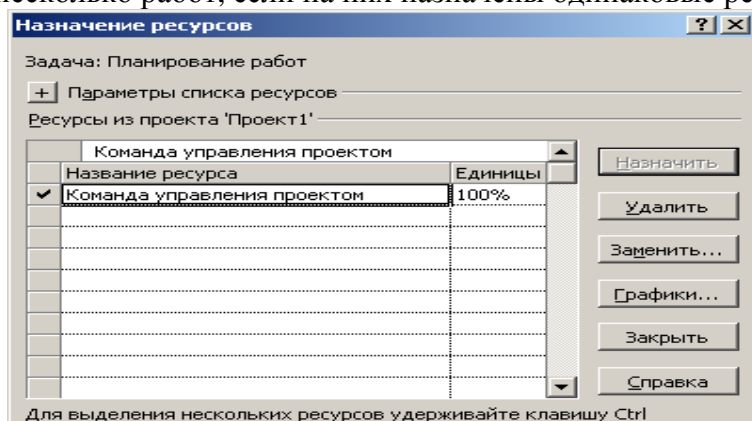

Рис. 4.21 – Назначение ресурсов в Project 2007
2. В Ms Project 2007 простой способ – выбрать в меню *Сервис* опцию *Назначить ресурсы*. Выделить работу, на которую назначаются ресурсы, и манипулировать назначениями, используя кнопки *Назначить*, *Удалить*, *Заменить...*. Можно, используя клавиши <Shift> или <Ctrl>, выделить сразу несколько работ, если на них назначены одинаковые ресурсы (рис. 4.21).